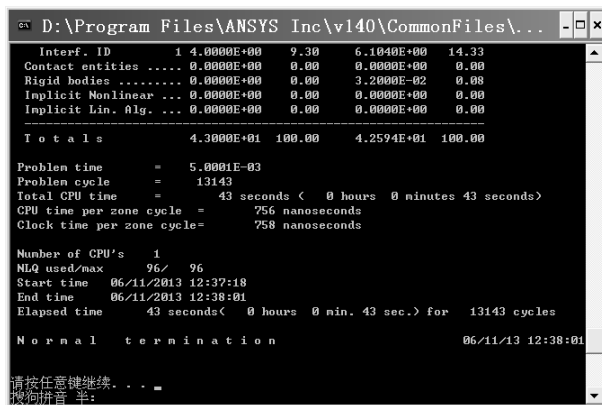

图 2-188 计算结束
(8) 计算完成时显示计算过程的“D:\Program Files\ANSYS Inc\v140\CommonFiles\...”窗口出现图 2-188 上面的内容，单击键盘上的任意键可关闭该窗口。